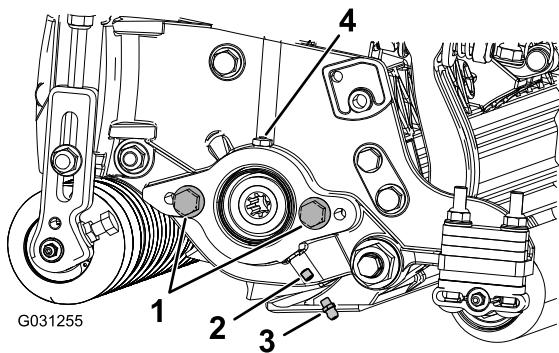

Bild 6
1. Entfernen Sie die Stellschraube an der Seitenplatte des Spindelmotors und entsorgen sie (Bild 6).
2. Bringten Sie den geraden Schmiernippel an (Bild 6).
3. Wenn die Seitenplatte des Spindelmotors keine Schrauben hat, bringen Sie diese an (Bild 6).
6. Fetten Sie die Seitenplatte ein, bis überschüssiges Fett aus der Fettöffnung austritt (Bild 6).